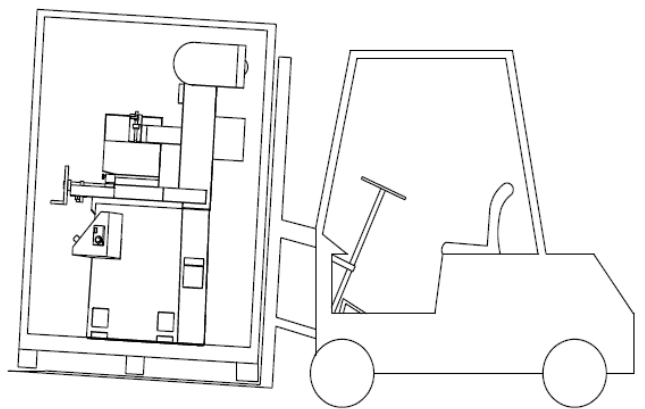

Рис. 4.2.1
- (1) Вес брутто станка в упаковке составляет 970 кг
- (2) Грузоподъемность погрузчика должна превышать вес перемещаемого груза.
- (3) Способ транспортировки показан на Рис.4.2.1, длина вилок погрузчика должна быть достаточной, чтобы они проходили по всей длине станка.
- (4) Не поднимайте упаковку выше чем на 120 мм.
- (5) Оператор погрузчика должен иметь соответствующую квалификацию и допуск к работам.